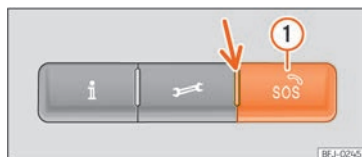

Fig. 42 En la consola del techo: mandos para los servicios de voz
Pulsando las teclas **i**, **🔧** y **SOS** >>> **fig. 42**, se pueden ejecutar los siguientes servicios de voz:
>>> **fig. 42** (flecha). Indica los siguientes estados:
1. Mantenga presionada la tecla de llamada de emergencia durante unos segundos »» **fig. 42 ①.**
»» fig. 42.